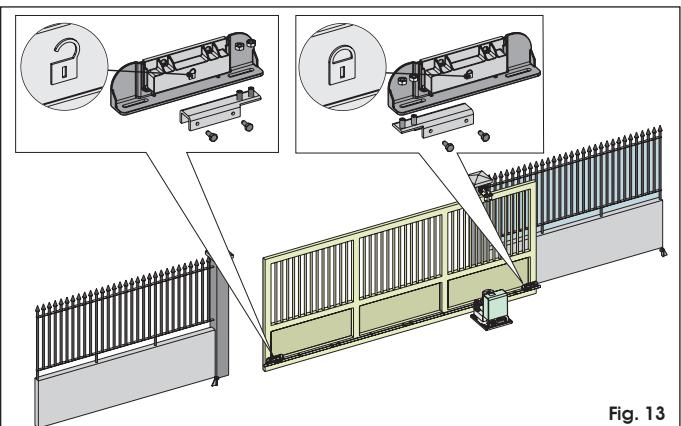

Fig. 13
L'opérateur est muni d'un fin de course magnétique qui commande l'arrêt du mouvement du portail au moment où l'aimant, fixé dans la partie supérieure de la crémaillère, active le capteur. Les aimants fournis avec l'opérateur sont spécialement polarisés et actionnent uniquement un contact du capteur, le contact de fermeture ou le contact d'ouverture. Sur l'aimant qui actionne le contact de portail ouvert est reproduit un cadenas ouvert, vice versa sur l'aimant qui active le contact de portail fermé est reproduit le symbole d'un cadenas fermé (voir Fig.13).
1. Assembler les deux aimants d'après la figure 13.